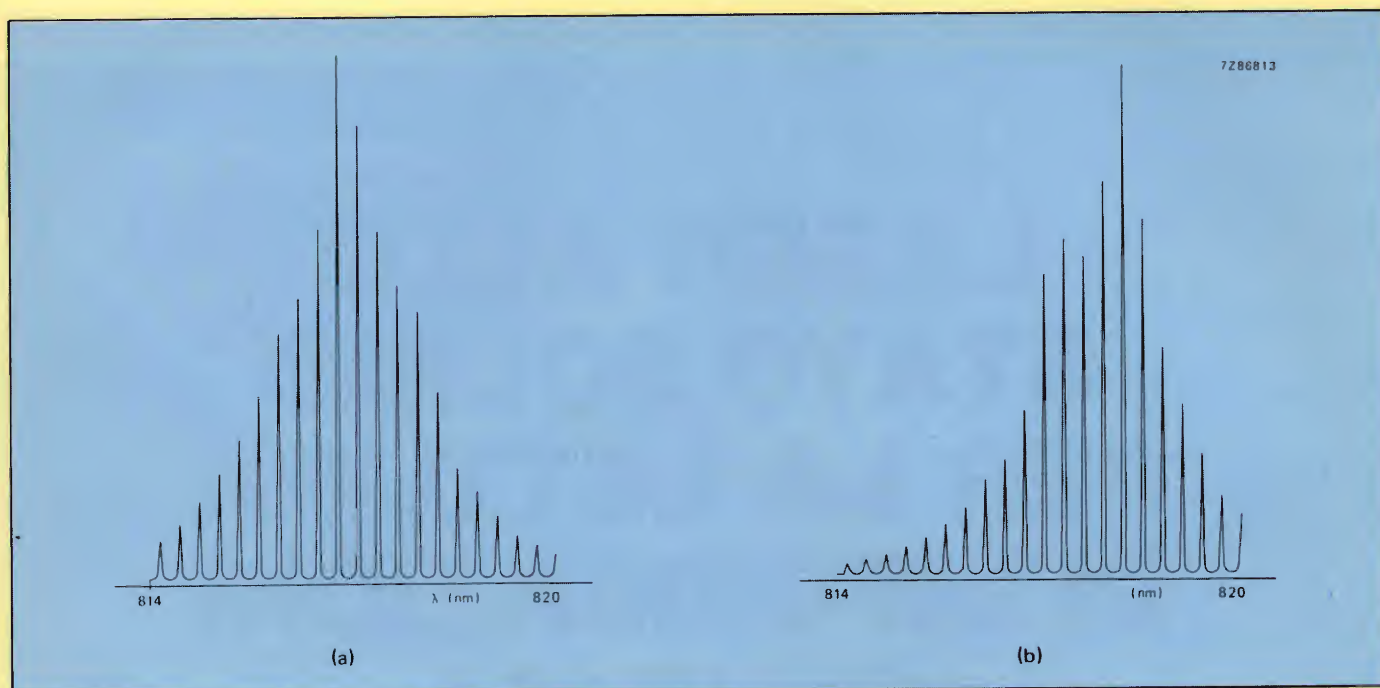

Fig. 6 - Andamento dello spettro del fascio laser emesso dal CQL10A. (a) = del CQL10A da solo. (b) = del CQL10A inserito nella penna collimatrice.
Fig. 6 - Intensità del raggio laser (L) in funzione della corrente di alimentazione (I) nel CQL10. La corrente di alimentazione, oltrepassata la soglia  $I_{th}$ , fa crescere bruscamente l'intensità luminosa dando inizio all'azione laser. Questo comportamento è molto influenzato dalla temperatura; infatti un aumento di soli 30 K richiede un aumento del 30% della corrente d'innesco del laser.